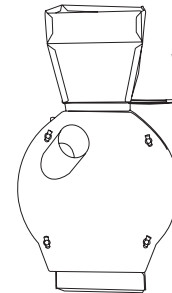

Рис. 10
- Проверьте перемещение пластины заслонки (1). Она должна двигаться с небольшим сопротивлением. Если она слишком затянута, ослабьте немного шесть винтов, пока заслонка не будет двигаться плавно. Если же она движется слишком свободно, возможно она будет двигаться самостоятельно при работе измельчителя. Вы должны вывернуть шесть винтов, снять воронку и заслонку. Немного согните ручную пластину заслонки и установите на место (Рис. 10).